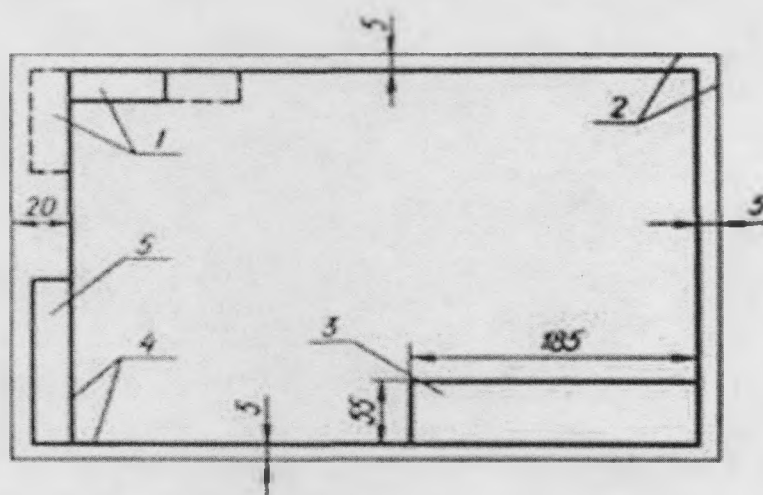

Рисунок. 1. Рамка чертежа и прямоугольник для основной надписи:
- при ссылках в тексте на структурные элементы письменной работы или другие формы представления материала необходимо указывать их названия и порядковые номера. Например: "... в разделе 1 были рассмотрены...", "... согласно 1.1", "... в соответствии с таблицей 1", (таблица 1), "... на рисунке 1", (рисунок 1), "... по формуле (1)", "... в уравнении (1)", "... в перечислении (1)", "... в приложении 1", (приложение 4) и т.п.,
Чертеж оформляют рамкой (рис. 1) и основной надписью (угловым штампом в соответствии с ГОСТ 2.104-68 ЕКСД).
Чертежи оформляют рамкой (рисунок 1), которую наносят внутри границ формата: сверху, справа и снизу — на расстоянии 5 мм, слева — на расстоянии 20 мм (для брошюровки чертежа). Внутри рамки в правом нижнем углу помещается основная надпись. На листах формата 11 основную надпись помещают вдоль короткой стороны листа. Рамку и графы основной надписи выполняют сплошной основной линией.